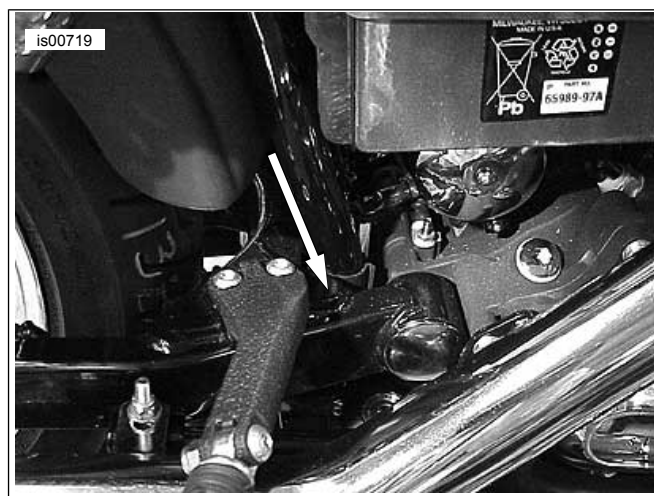

Figura 8. Pontos de apoio traseiros (lado direito mostrado, lado esquerdo semelhante)
3. Veja a Figura 8. Utilizando uma ferramenta adequada e um pano limpo e macio enrolado nela, entre a balança e a armação, como indicado pela seta, mova a roda traseira para a esquerda ou direita, o necessário para criar espaço para a vareta de controle. Mantendo a ferramenta pressionada, aperte os parafusos do suporte de borracha traseiro. Aperte os parafusos com torque de 30–37 N·m (22–27 ft-lbs).